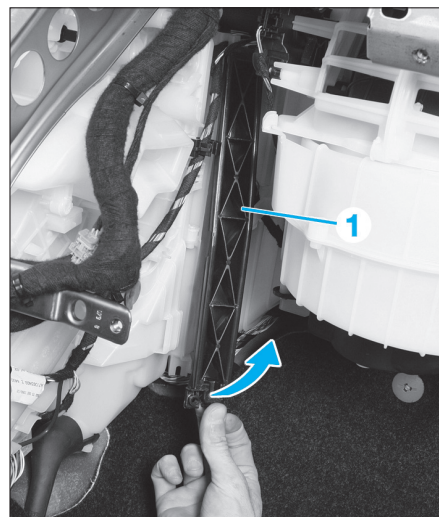

Fig. 2
- Dégrafer le couvercle (1) et le soulever (Fig.2).